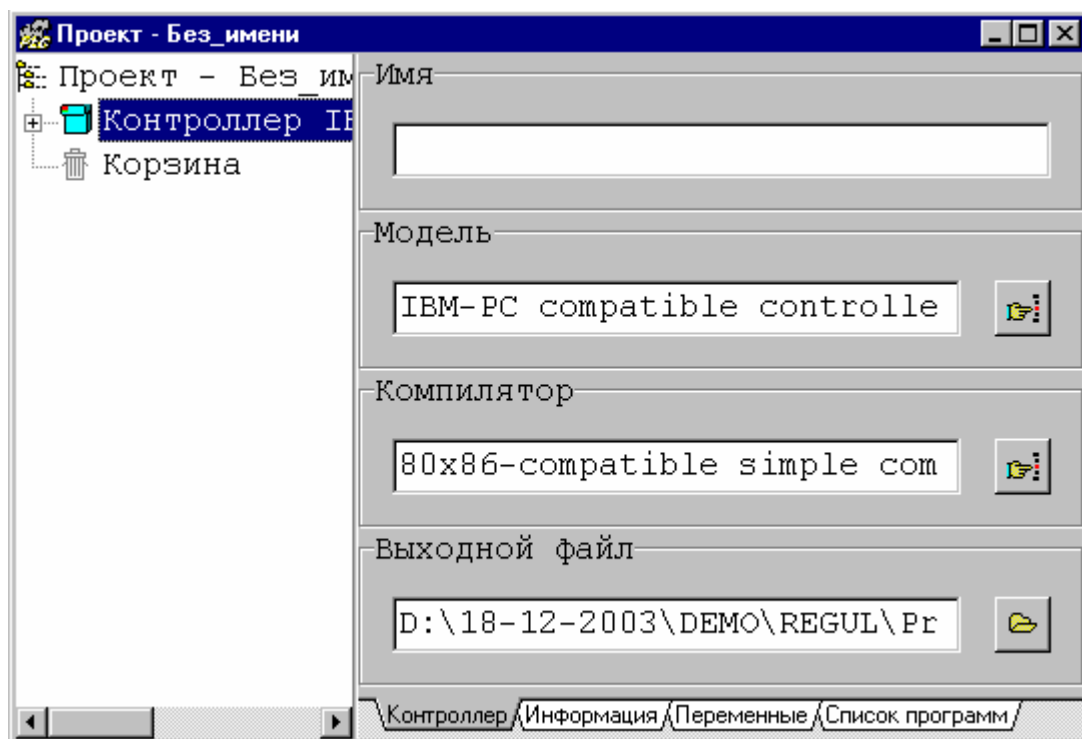

Рис.10-1. Окно выбора модели контроллера и компилятора
- 10.2.1 Щелкните на знаке + на ветви с изображением контроллера (рис.10-1) (при этом откроется новое дерево с корнем *Контроллер*), а затем на условном изображении модели контроллера.